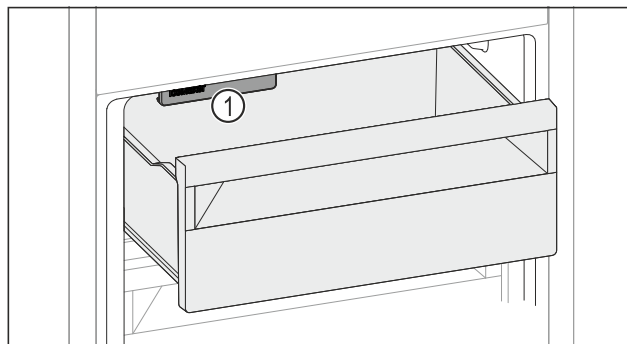

Fig. 160
- ▶ Tenga en cuenta el IceMaker Fig. 160 (1).